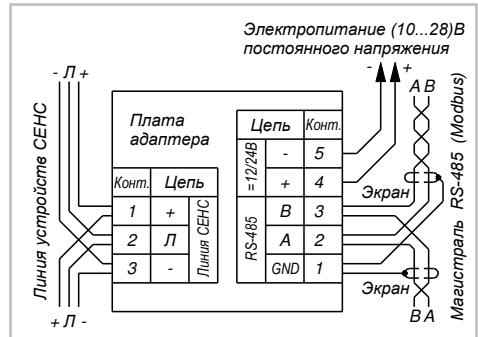
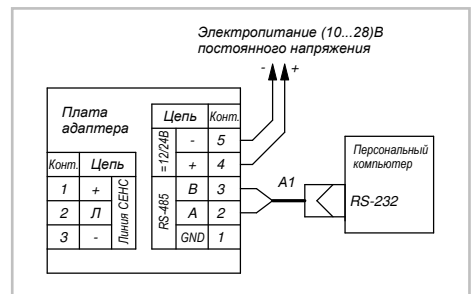

Рис. 5. Схема подключения адаптера.
Рис. 6 Схема подключения к порту RS232 компьютера.
Схема подключения приведена на рис. 5.
Примечание. На рис. 5 показано подключение адаптера в середине (в разрыв) магистральной линии интерфейса RS-485. Если адаптер располагается в конце магистральной линии интерфейса RS-485, между контактами сигнальных цепей А и В можно установить резистор номиналом 100 Ом и мощностью 0,25 Вт.
8.1 Подключите адаптер к компьютеру согласно схеме на рис. 5 (при подключении к порту RS-485) или схемы на рис. 6 (при подключении к порту RS-232).
2. Схема, приведенная на рис. 6, не допускает применение длинного кабеля. При необходимости используйте подключение по интерфейсу RS-485.
9.2.1 Подключите адаптер к линии устройств СЕНС и порту RS-485 компьютера, согласно схемы на рис. 5 (схема подключения к порту RS-232 компьютера показана на рис. 6). Подайте питание на линию СЕНС.